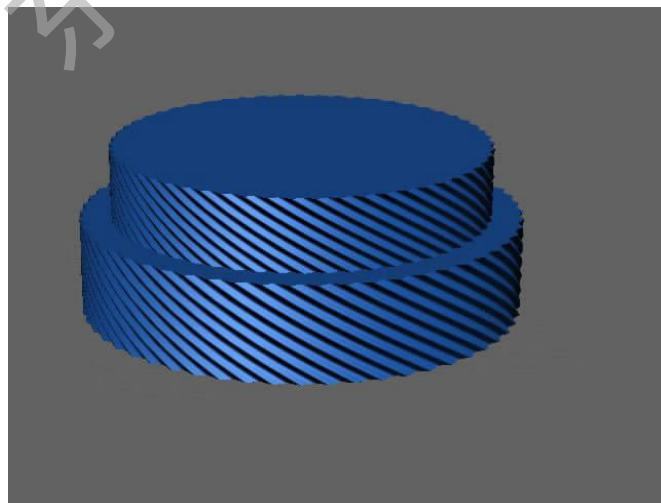

图 2-60 沿 Z 轴复制
Step 4. 按着 Shift 键沿 Z 轴复制，并用缩放工具等比缩小，如图 2-60。